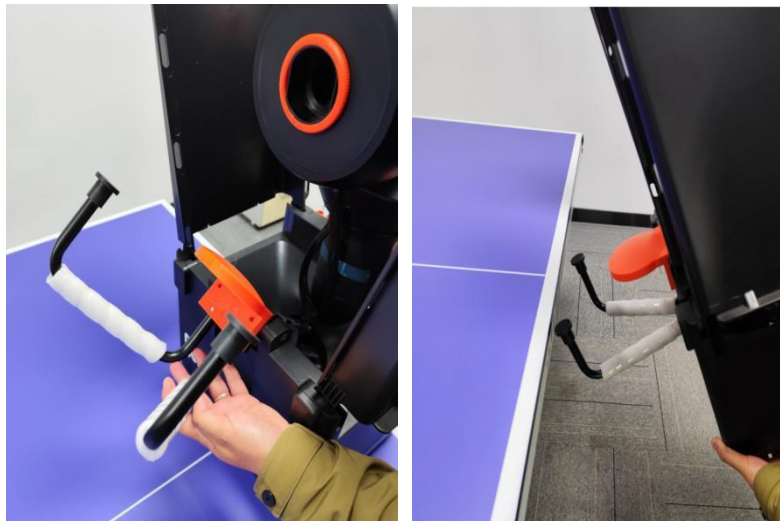

Abbildung 2-1
2.1.2 Drehen Sie die Roboterspannanordnung nach außen, stellen Sie das linke und rechte Stützrohr auf den maximalen Winkel ein. Fassen Sie mit der rechten Hand das Netzstützrohr des Roboters und stützen Sie mit der linken Hand den unteren Kugelrahmen ab, wobei Sie den Roboter um 45° nach vorne neigen. Klemmen Sie es vorsichtig in der mittleren Position am unteren Ende des Tisches. Stellen Sie die Position des Roboters so ein, dass die Gummiauflage des Kugelrahmens in engem Kontakt mit dem Tisch steht. (Abbildung 2-1)